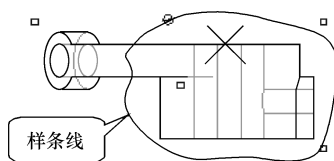

图 10-101 草绘样条曲线
(9) 消息区提示“在当前视图上草绘样条来定义外部边界”, 在俯视图中包围住刚才的参照点草绘封闭的样条曲线, 单击鼠标中键完成绘制, 如图 10-101 所示。注意: 样条曲线必须包围住刚才选取的参照点。